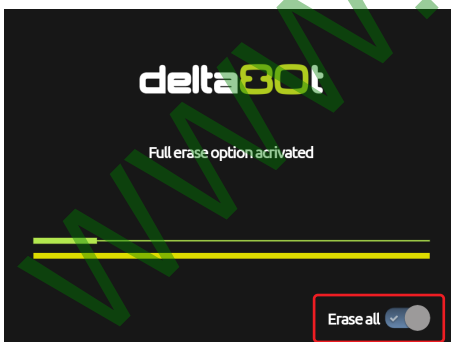

Fig. 172
- Press **Erase all** (Fig. 172)